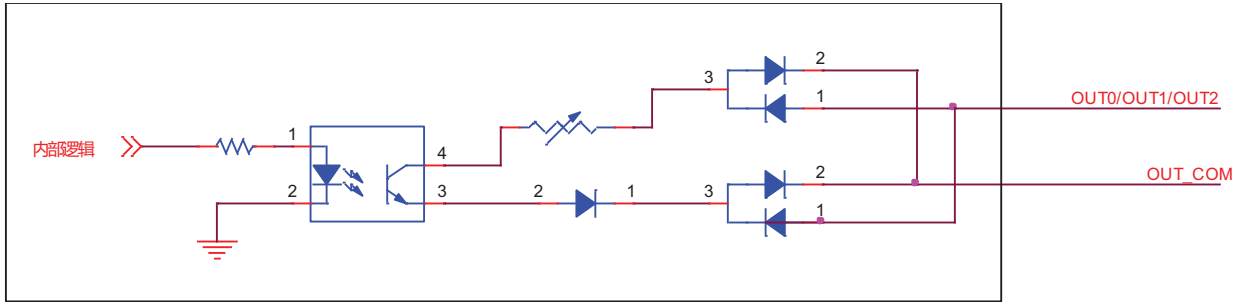

图5-16 I/O 输出接线
- I/O 接口的输出为开路输出：（接入电压 5~30V，电流不能超过 200mA，如图 5-16 所示。